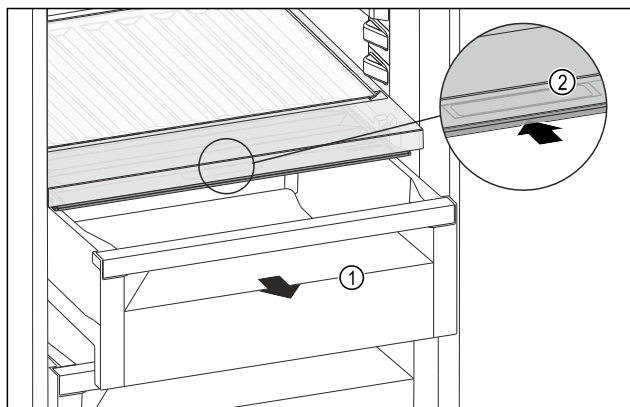

Fig. 150
- Zásuvku Fig. 150 (1) vytáhněte.
- Uchopte prohlubeň pro rukojeť Fig. 150 (2) na víku zásuvky a současně zasuňte víko zásuvky směrem dozadu.